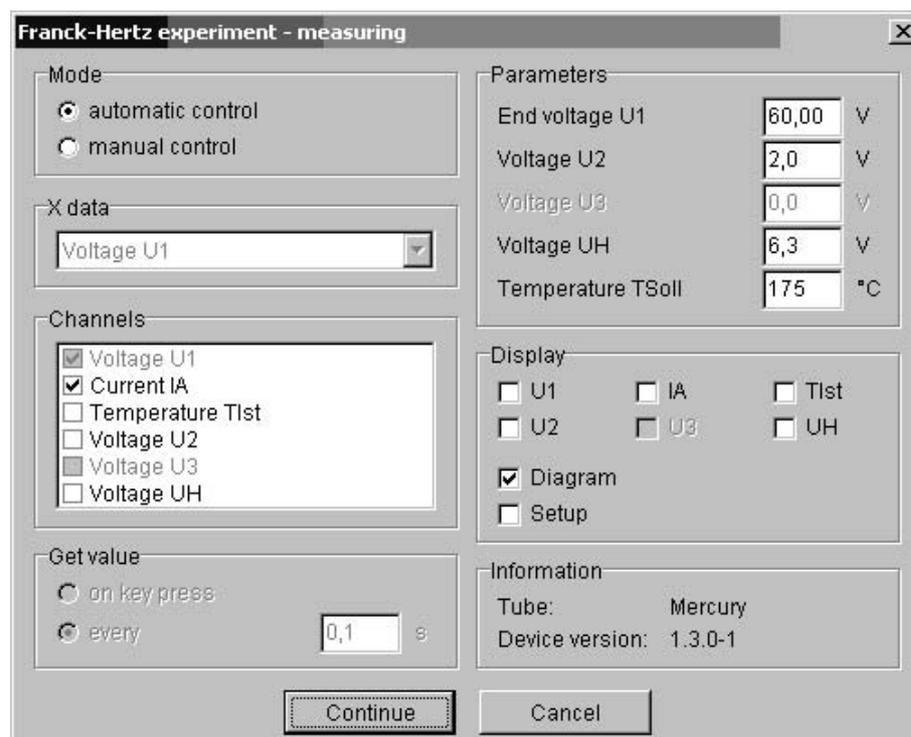

Abb.: 8 Messparameter der Franck-Hertz-Software für Hg-Rohr
B) Measure Software starten und Frank-Hertz-Messsoftware aufrufen. Das Programm erkennt automatisch ob ein Hg- oder Ne-Rohr angeschlossen ist. Die notwendigen Parameter sind voreingestellt (siehe Abb. 8). Die Parameter in Abb. 8 sind typische Werte, mit denen eine Messkurve erfolgreich aufgenommen werden sollte. **Wenn der Auffängerstrom zu hoch ist (beim Zünden), dann wird die Messung durch das Franck-Hertz-Betriebsgerät nach 7 sec. unterbrochen, um die Röhre vor Beschädigungen zu schützen. Um das Zünden des Rohres zu vermeiden, verändere die Parameter U₂, U₃ und U_H wie folgt: reduziere die Heizspannung U_H und reduziere U₃.**